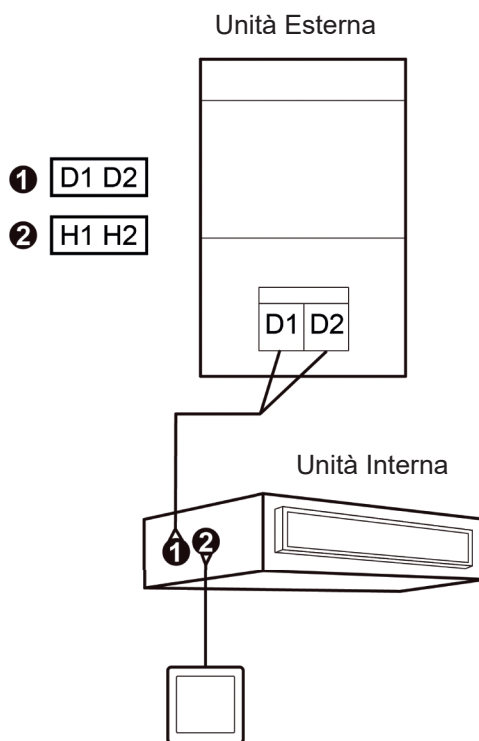
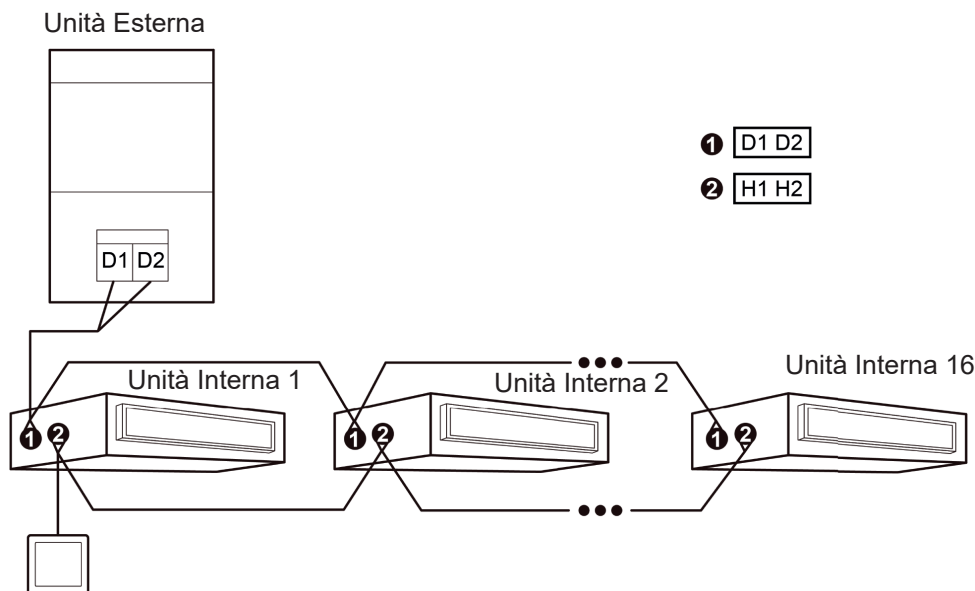

Fig. 4.4 Un Filocomando controlla una Unità Interna.
Fig. 4.5: Un Filocomando controlla diverse Unità Interne VRF simultaneamente.
- (1) Se un Filocomando controlla diverse Unità Interne simultaneamente, il filocomando può essere collegato a qualsiasi Unità Interna, ma l'Unità Interna collegata deve appartenere alla stessa serie. La quantità totale massima di Unità Interne controllate dal filocomando è di 16 Unità Interne, e le Unità Interne collegate devono appartenere alla stessa rete. Il Filocomando deve impostare la quantità di Unità Interne del gruppo di controllo. Per il metodo di configurazione, fare riferimento al Paragrafo 4.2.2.
- (2) Se un Filocomando controlla più Unità Interne, le impostazioni delle Unità sotto controllo devono essere le medesime.
- (3) La rete di cablaggio del Filocomando e delle Unità Interne deve essere in conformità con le Fig. 4.4 o Fig. 4.5.
- ① La serie di Unità Interne include:
- ② Unità Interne MULTI VRF;
- ③ Unità Interne "Fresh air" ("a tutt'aria esterna");
- ④ Unità Interne a espansione diretta con recupero di calore;
- ⑤ Unità Interne di tipo Light Commercial.